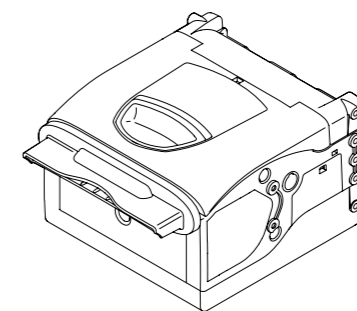

Рисунок 8.5. Чековый принтер
3. Разблокировать крышку принтера с помощью открывающего рычага (рис. 8.5).